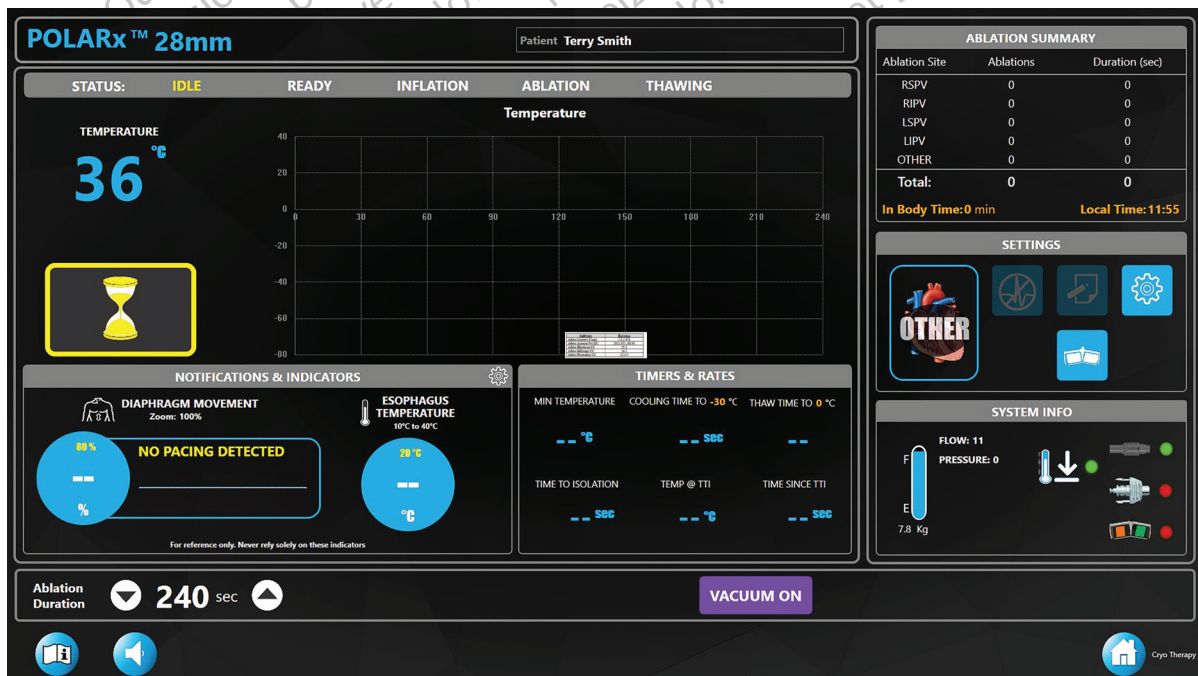

Figure 5. Écran de thérapie – état IDLE (En attente) – cathéter connecté valide
3. Appuyer sur le bouton **VACUUM ON** (Activer l'aspiration) sur l'écran de thérapie (Figure 5).